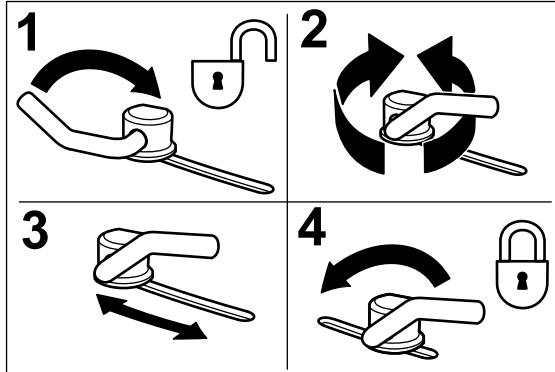

図 14
1. カムロックは、レバーを上側に回してゆるめて調整する図 14。
3. 調整ができたらレバーを締めてバッフルとカムロックを固定する。(図 14)